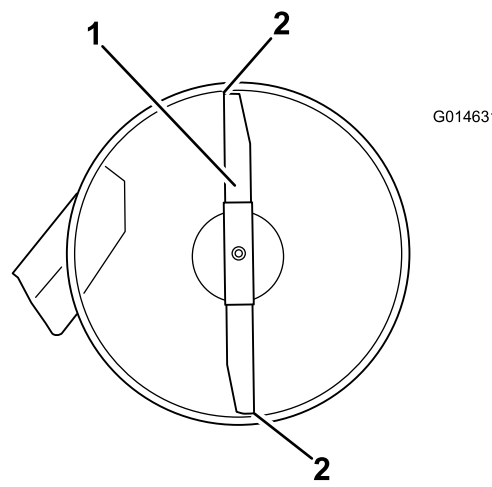

Figura 54
4. Gire cuidadosamente las cuchillas colocándolas en el sentido de avance de la máquina (Figura 54).
5. Mida entre la punta de la cuchilla delantera y la superficie plana y entre la punta de la cuchilla trasera y la superficie plana (Figura 54). Si la punta de la cuchilla delantera no está entre 1,6 y 7,9 mm más baja que la punta de la cuchilla trasera, ajuste la contratuerca delantera.
que la punta de la cuchilla más avanzada esté entre 1,6–7,9 mm más baja que la punta de la cuchilla más atrasada (Figura 54).